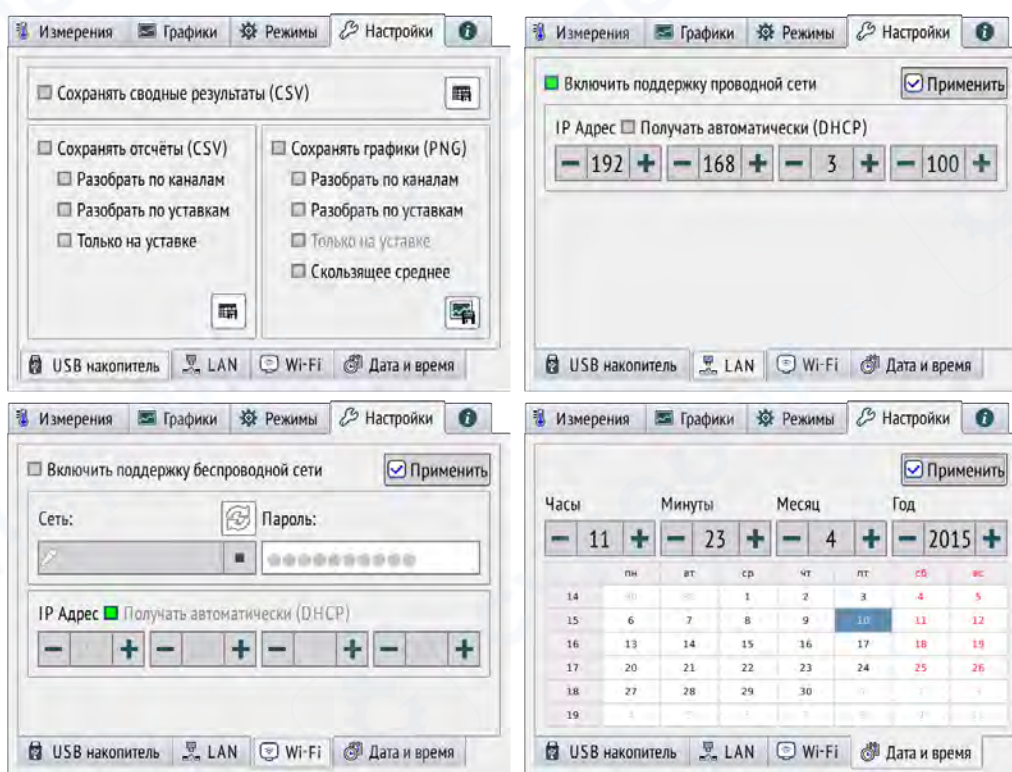

Рис. 8
4.3.6 Вкладка «Настройки» предназначена для настройки калибратора и состоит из четырех подвкладок: «USB накопитель», «LAN», «Wi-Fi» и «Дата и время». Рис. 8.